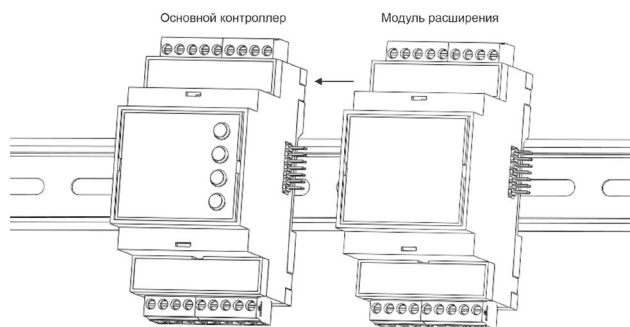

Рис.11 Подключение модулей расширения.
7.6. Подключение к контроллеру дополнительных модулей расширения Рис.11